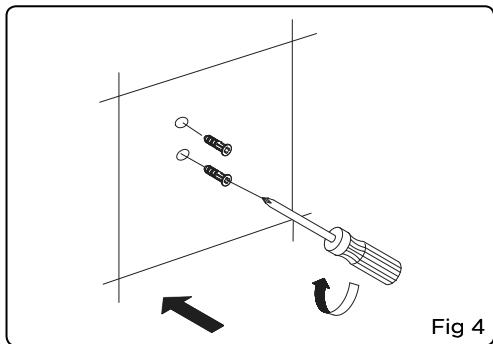

Fig 4
4. Insert the plastic wall anchors into the four holes. You may need to tap them lightly into position with a hammer (Fig 4).
4. Insérer les manchons en plastique dans les quatre trous. Il faudra peut-être frapper légèrement sur les manchons à l'aide d'un marteau pour les insérer en place (fig. 4).
4. Inserte los sujetadores plásticos en losorificios. Martillelos suavemente si fuera necesario (fig. 4).